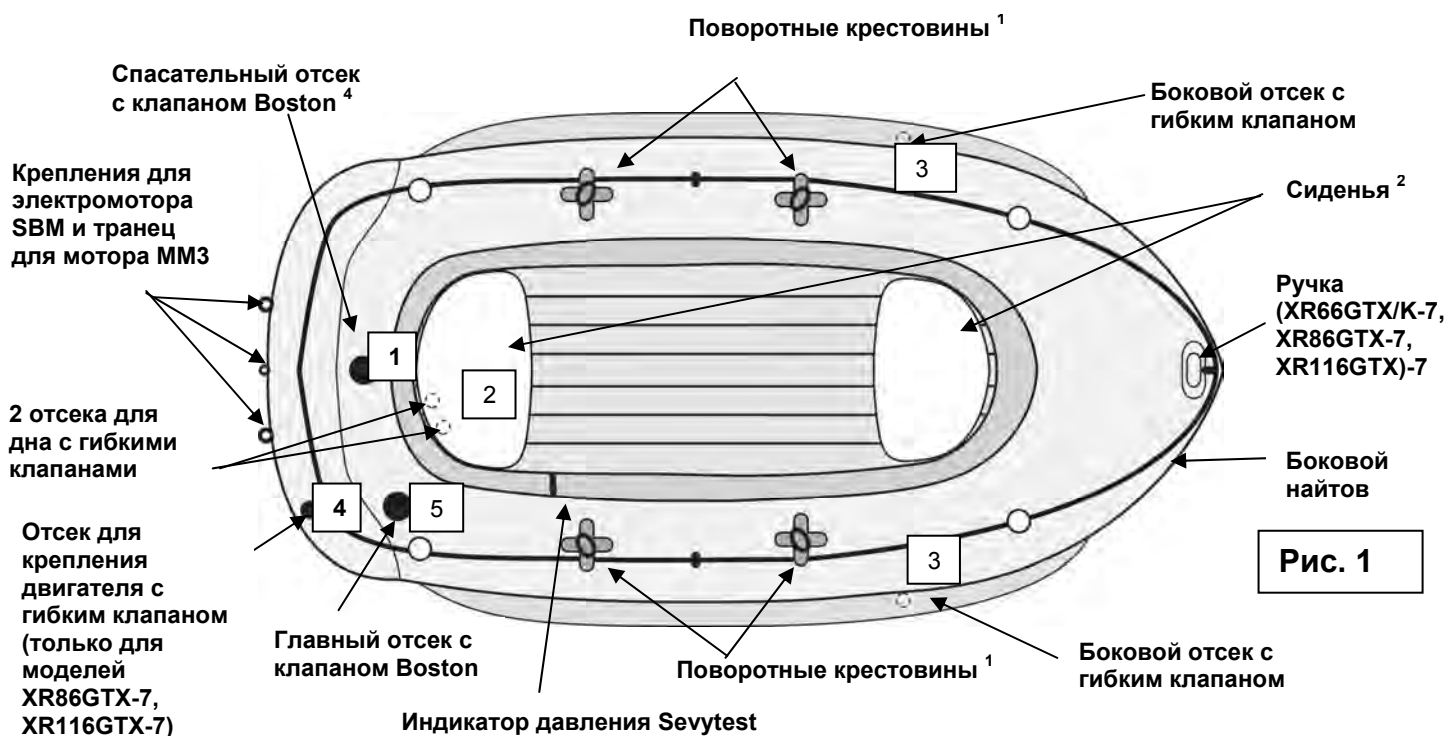

Рис. 1
- Клапан (ы) Boston (рис. напротив): Отвинтите колпачок клапана (1); ввинтите корпус клапана (2) в основание клапана (3); не убирайте колпачок. Вставьте коней шланга насоса в клапан и надувайте до достижения рекомендуемого давления (см. пункт 3). После накачивания как следует завинтите колпачки клапанов (по часовой стрелке). **Примечание:** небольшая утечка воздуха до полного закрытия клапанов - нормальное явление, **Герметичность** обеспечивается только колпачком клапанов.
- Надувайте товар в порядке, указанном на заводской табличке на товаре (см. также рис. 1, нумерацию клапанов).